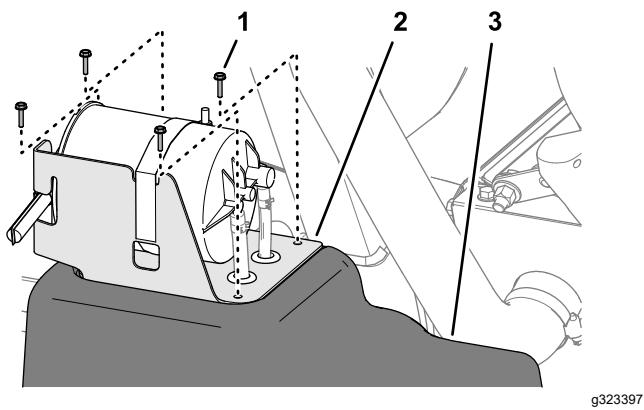

Figura 126
5. Alinee los orificios del soporte del cartucho de carbón con los orificios del depósito de combustible (Figura 126).
6. Monte el soporte en el depósito (Figura 126) con los 4 tornillos (N.º 10 x $\frac{3}{4}$ ").